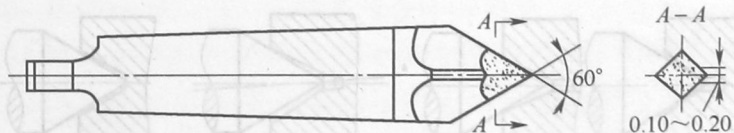

图 1-2 四棱硬质合金顶尖
(2)用四棱(或三棱)硬质合金顶尖刮研。刮研用的硬质合金顶尖的60°圆锥修磨成角锥状,使圆锥面只留下四条(或三条)均匀分布的狭窄棱带(图1-2)。刮研时,可在专用的中心研磨机进行,也可在立钻和车床上进行。在刮研的过程中,在中心孔中涂上氧化铝研磨膏,手握工件以 $n=1\,200\sim 2\,000$ r/min的速度进行研磨。